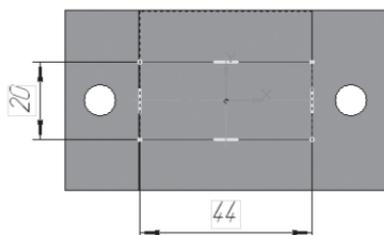

Рис. 199
-  – **Прямоугольник по центру и вершине**. Укажите начало координат, на панели **Свойств** выберите команду **С осями** и постройте прямоугольник высотой 20 мм и шириной 44 мм (рис. 199);